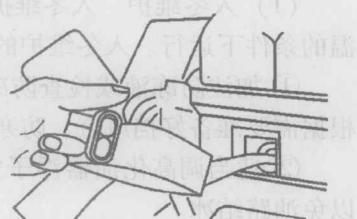

图 1-1 向气缸内注入机油示意图
② 解除或减轻轮胎和钢板弹簧的负荷。
③ 润滑操纵杆件、车门活页等连接部位。
④ 每周清除尘土一次，擦拭全车，检查汽车外部状况。
⑤ 对于汽油发动机，每隔半个月应转动曲轴 10 余转，并检查轮胎气压。
⑥ 每月对蓄电池清洁、充电一次，对发动机进行一次原地发动检查，并按需要进行维护。
(2) 封存前维护项目 凡预计两个月以上不使用的汽车，均应进行封存。封存前应进行以下作业：
① 清洁汽车外部和内部，去除各处的油污和积垢。
② 在发动机怠速运转时，打开散热器盖和放水开关，向散热器加注清水直到放出的水不浑浊为止，并将水放尽。
③ 放尽燃油箱内的燃油；检查油底壳和各齿轮箱内润滑油的数量和质量，必要时进行补充或更换；润滑全车各润滑点。
④ 紧固全车外部各螺栓、螺母，检查轮胎气压并补充到标准值上限。
⑤ 如图 1-1 所示，拆下各缸火花塞，向气缸内注入适量机油。转动曲轴 20 转左右，使气缸壁上涂满机油，然后装复火花塞。
⑥ 拆下蓄电池并妥善存放；放松各传动带；解除轮胎和各悬架的负荷。
(3) 封存期维护项目 封存车不仅在封存前要进行一些维护或处理，而且在封存期内也应实施一些维护。
① 每月维护项目：拆下火花塞，转动曲轴 30 转以上，使气缸和各齿轮等机件重新均匀涂上油膜；检查蓄电池液位，并进行充电；当轮胎气压低于标准时，应补充气压至标